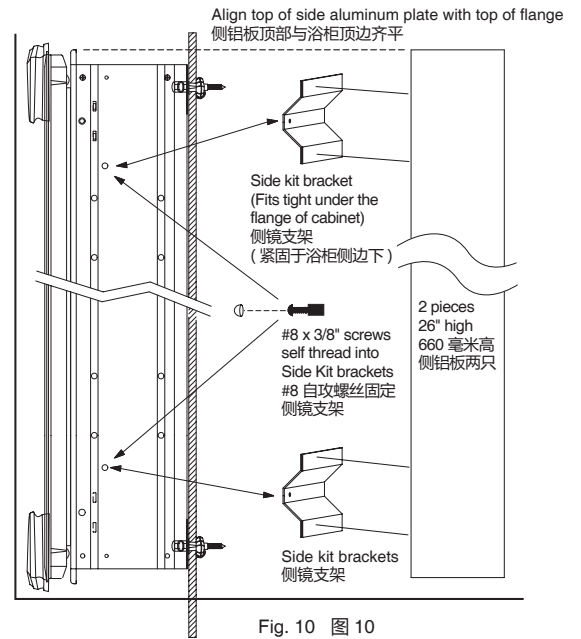

Fig. 10 图10
- 5) See Fig. 10 for Side Aluminum Plate application.
- 5) 参照图 10 的说明安装侧铝板。
- A. Attach the side kit brackets to the cabinet as shown in Fig. 10
- B. 如图 10 所示安装侧镜支架。